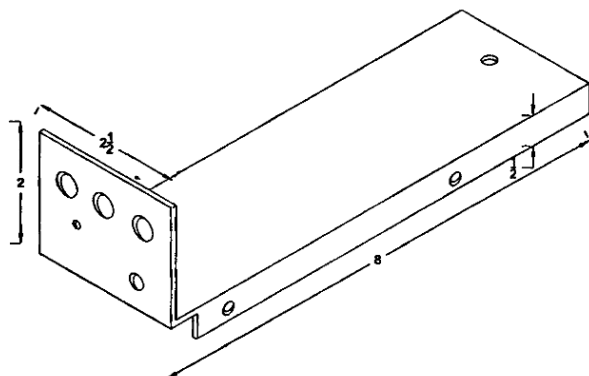

Рис. 2.5. Чертеж шасси для изготовления
| CHASSIS | | Шасси. Изготовлены из алюминия 0,16 см, как показано на рис. 2.5 | |
1. Изготовьте шасси, как показано на рис. 2.5. Обязательно примерьте составные части устройства до того, как просверлить отверстия. Готовые